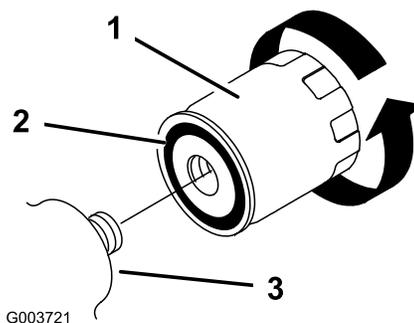

Рисунок 40
6. Снимите старый фильтр (Рисунок 40) и начисто протрите поверхность переходника фильтра.
7. Нанесите тонкий слой гидравлической жидкости на резиновую прокладку нового фильтра (Рисунок 40).
8. Установите новый фильтр гидравлической системы в переходник фильтра (Рисунок 40). Поверните фильтр гидравлической системы по часовой стрелке так, чтобы резиновая прокладка соприкоснулась с переходником фильтра, после этого затяните фильтр, повернув его еще на 1/2 оборота.